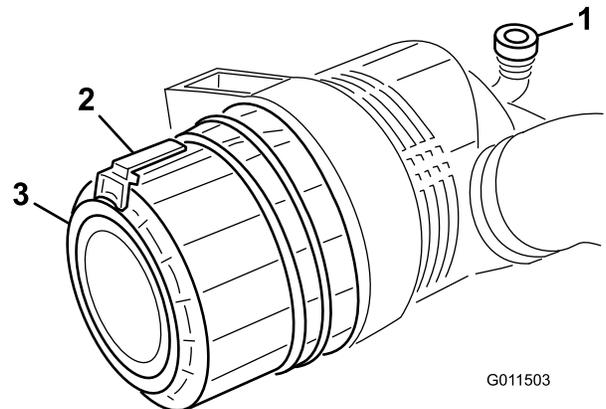

Figura 47
1. Puxe o trinco para fora e rode a cobertura do filtro de ar no sentido contrário ao dos ponteiros do relógio (Figura 47).
7. Instale a tampa orientando a válvula de saída de borracha (Figura 47) para uma posição descendente – entre aprox. 5:00 e 7:00, na perspectiva extremidade. Fixe o trinco.